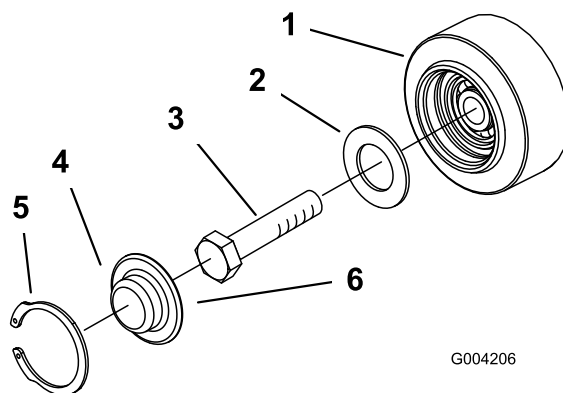

Figura 45
3. Rimuovere l'anello elastico e il tappo da una ruota non motrice (Figura 45).
4. Controllare il grasso sotto il tappo e attorno alla guarnizione (Figura 45). Se risulta sporco, sabbioso o consumato, eliminarlo completamente, sostituire la guarnizione e applicare del grasso nuovo.
6. Collocare il tappo ingrassato della ruota non motrice sulla testa del bullone (Figura 45).
7. Fissare il tappo della ruota con l'anello elastico (Figura 45).